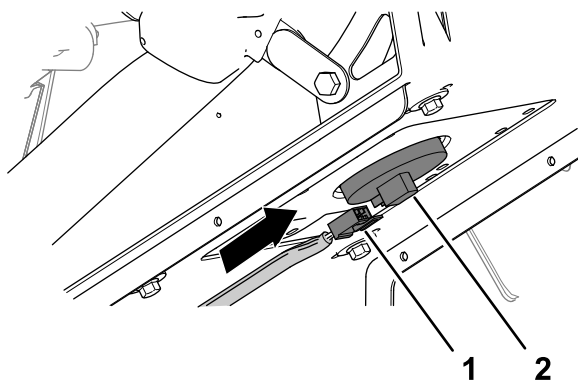

Figura 223
6. Ligue o conector de duas tomadas da cablagem da máquina no conector do interruptor do banco até que os conectores encaixem em segurança (Figura 223).